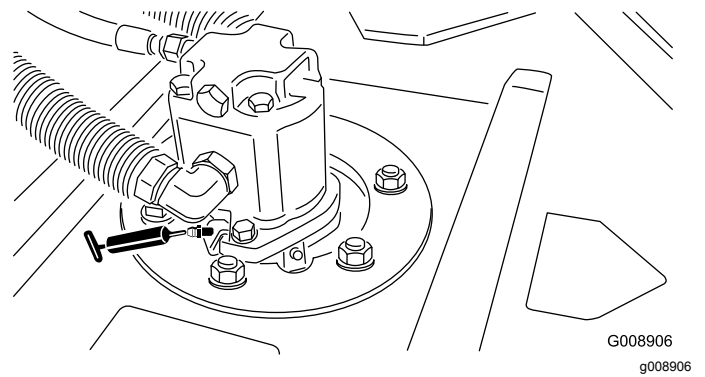

**Figura 37**
- 2 pivotes de brazo de elevación delantero derecho y cilindro de elevación (Figura 37)